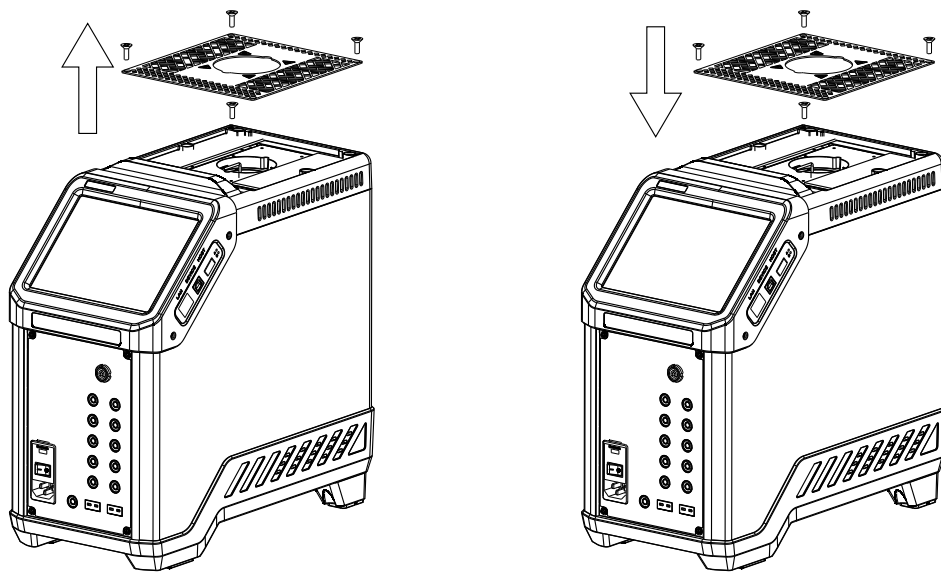

图 2 更换防护板
1. 将ConST660（-40~155°C和-30~155°C）干体炉原有的防护板更换为套件中的防护板，见图2；